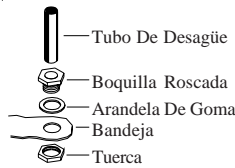

Fig. 5
- **Instale el montaje de desagüe.** Quite la tuerca y pase la boquilla por el agujero de la bandeja, colocando la arandela de goma entre la bandeja y la cabeza de la boquilla (fig. 5). Coloque la tuerca en la boquilla y atorníllela hasta que quede apretada contra la parte inferior de la bandeja. Inserte el tubo de desagüe en la boquilla para retener el agua. El tubo de desagüe se puede quitar para desaguar el agua de la bandeja cuando sea necesario. Se puede conectar una manguera de jardín a la boquilla para desaguar el agua hacia otra parte.